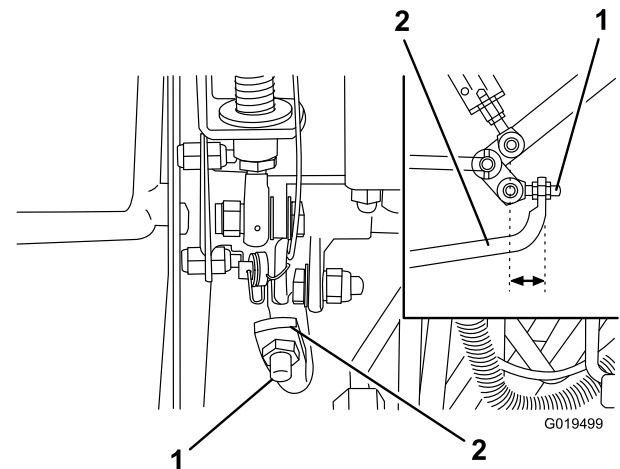

Bild 69
4. Stellen Sie die Bundmutter am Pumpenstangenende ein, um die Pumpensteuerungsstange nach vorne zu verschieben, um ein Verschieben nach vorne zu vermeiden, oder um die Pumpensteuerungsstange nach hinten zu verschieben, um ein Verschieben nach hinten zu vermeiden (Bild 69).